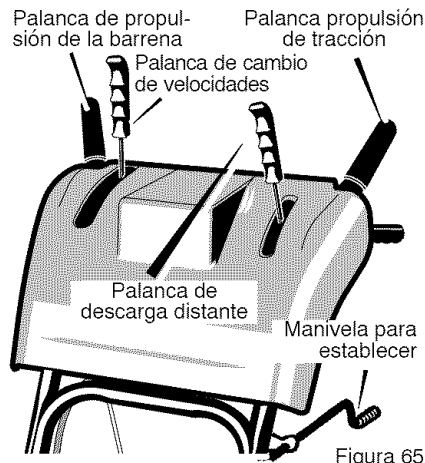

Figura 65
1. Para detener el lanzamiento de nieve, suelte la **palanca de propulsión de la barrena** (vea la Figura 65).
1. Para cambiar de velocidad, suelte la palanca de propulsión de oruga y mueva la palanca de cambios a la velocidad deseada (Figura 65). La velocidad en el terreno estará determinada por las condiciones de la nieve. Seleccione la velocidad que desea moviendo la palanca de cambio de velocidades a la ranura apropiada de la placa de la palanca de cambios.
1. Empuje la palanca de propulsión de la barrena hacia abajo (lado derecho) (vea la Figura 65).